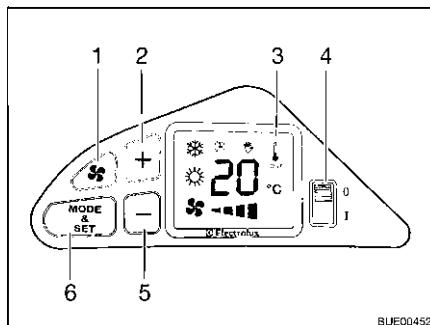

Fig. 97 Elementi di comando
- Posizionare l'interruttore di alimentazione (Fig. 97,4) su "I". Viene indicata la temperatura impostata.
- Impostare la temperatura desiderata con i tasti "+" (Fig. 97,2) e "-" (Fig. 97,5).
- Posizionare l'interruttore di alimentazione (Fig. 97,4) su "0".
- Posizionare l'interruttore di alimentazione (Fig. 97,4) su "I".
- Impostare la velocità dell'aria desiderata con i tasti "x" (Fig. 97,1), "+" (Fig. 97,2) e "-" (Fig. 97,5).
- Premere il tasto "MODE & SET" (Fig. 97,6) finché non appare il simbolo del raffreddamento sul display (Fig. 97,3).
- Premere il tasto "MODE & SET" (Fig. 97,6) finché non appare il simbolo del riscaldamento sul display (Fig. 97,3).